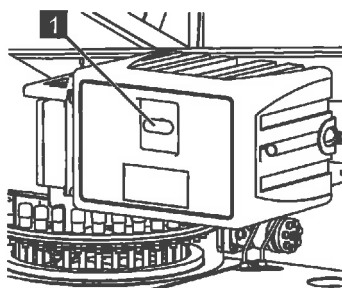

Abb. 212
1. Abdeckkappe von der Verriegelung (Abb.212/1) abziehen.
2. Mit dem Schlüssel für die Staubox das Schloss (Abb.212/1) im Uhrzeigersinn öffnen.